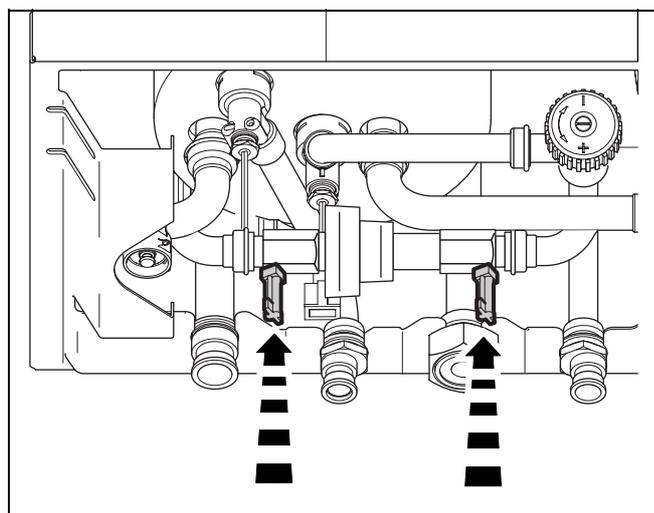

Fig. 18 Rubinetti del disconnettore (disponibile solamente con apparecchi combi Logamax plus GB132-24K)
- Aprire entrambi i rubinetti del disconnettore (fig. 18) e riempire l'impianto fino ad ottenere una pressione da 1,5 bar.